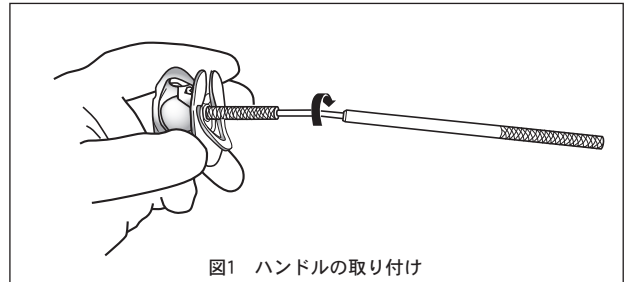

図1 ハンドルの取り付け
4. 弁のホルダーに弊社専用のハンドルを取り付けるために、図1のように支持棒外側のエッジを持って下さい。弁そのものを持たないで下さい。ハンドル又は支持棒を回しながらハンドルを取り付けて下さい。ホルダーにハンドルがしっかり装着されるまで強く締めて下さい。